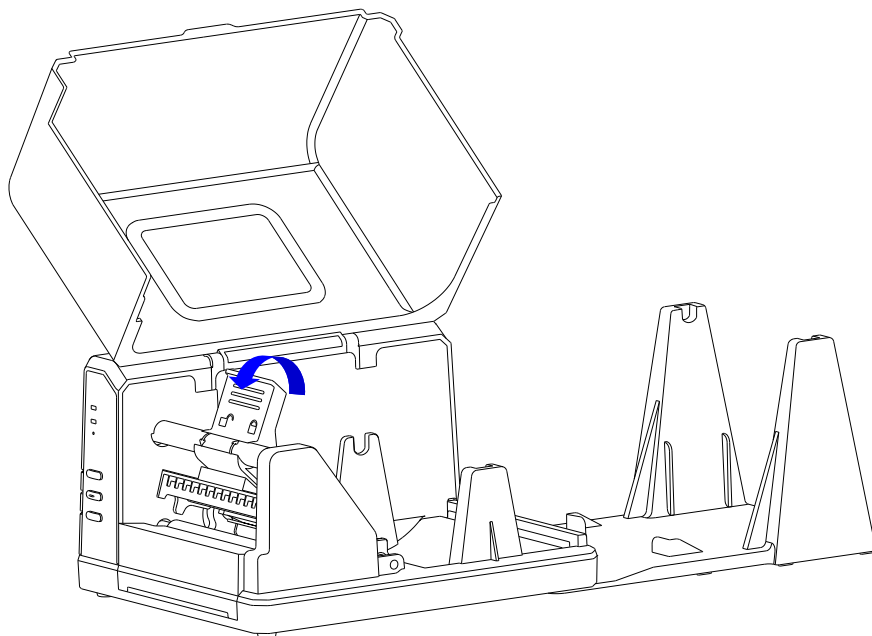

图 2-16
2. 打开打印机右盖，抬起打印头压臂。如图 2-16 所示。